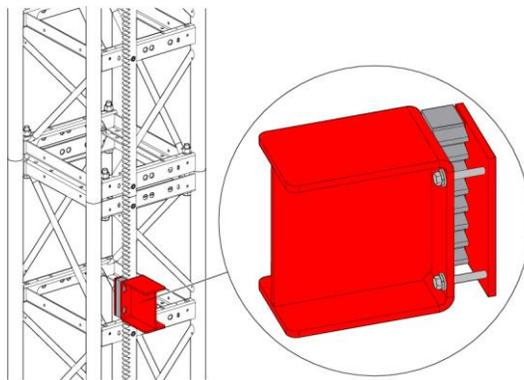

Figure 4.3A
- **NE JAMAIS SE TENIR OU TRAVAILLER SOUS LA CABINE** sans utiliser un **dispositif de verrouillage de sécurité officiel FRACO**. L'accès sous la cabine est autorisé à des fins d'installation et de maintenance et uniquement à la condition que la machine soit complètement déchargée et complètement verrouillée pour empêcher tout déplacement, positionnée **MAXIMUM 2" (51 mm)** au-dessus du dispositif de verrouillage de sécurité installé sur la crémaillère de mât. Référez-vous à la FIGURE 4.3A-SYSTÈME DE VERROUILLAGE DE SÉCURITÉ FRACO.